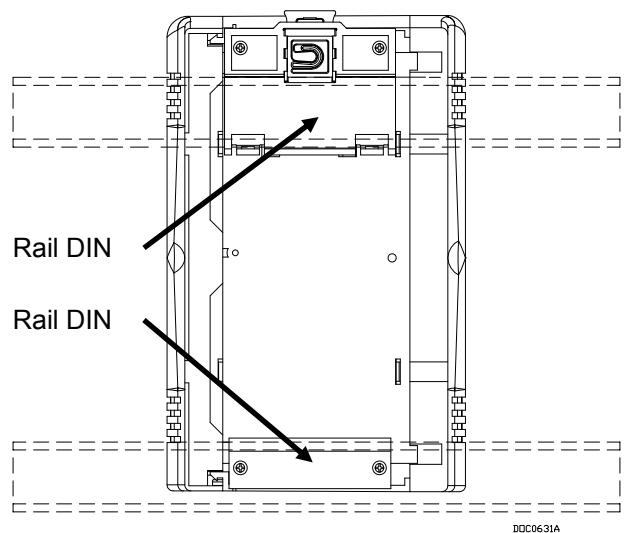

Figure 4. Dos de l'IBT
3. Le boîtier de l'IBT doit être monté sur deux rails DIN de 35 x 7,5 mm. Consultez la *Figure 4*.